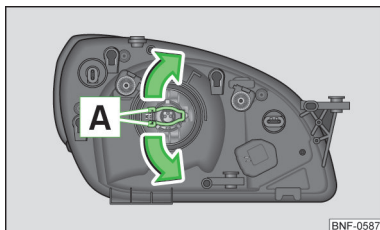

Bild 128
- Tryck på säkringsbyglarna **A** » bild 128 i riktning mot strålkastaren och haka ur i pilarnas riktning.